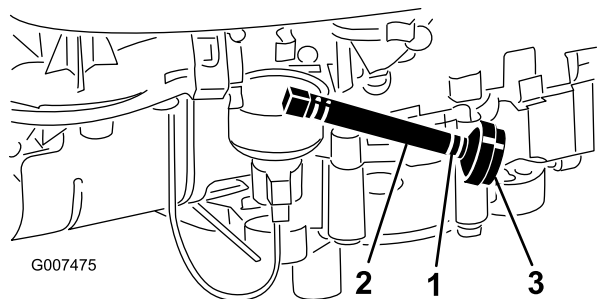

Figura 28
8. Premete le estremità della fascetta stringitubo e sfilatela dal tubo del carburante in direzione del serbatoio (Figura 28).
Nota: Il momento più opportuno per sostituire il filtro del carburante (Figura 28) è quando il serbatoio del carburante è vuoto. Non montate mai un filtro sporco qualora sia stato staccato dal tubo del carburante.
7. Premete le estremità delle fascette stringitubo ed allontanatele dal filtro (Figura 28).
9. Togliete il tubo di alimentazione carburante dal filtro (Figura 28) e lasciate fuoriuscire la benzina in una tanica o bacinella di spurgo.